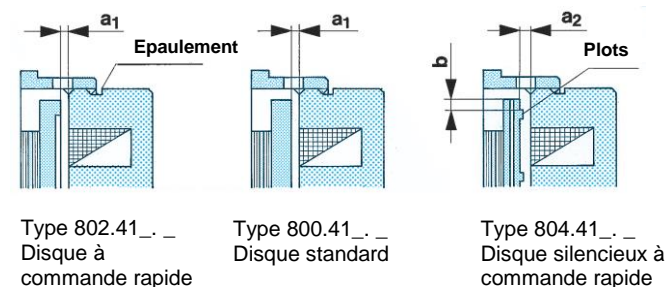

Fig. 2
Vérifier l'entrefer (a_1 , a_2), fig. 2. Il doit correspondre à l'entrefer nominal (a_1 , a_2) indiqué dans le tableau 2.
Les freins sont livrés avec l'entrefer entre le disque de freinage (5) et le porte-bobine (2) réglé à sa valeur nominale (a_1 , a_2), fig. 2 et tableau 2.
1. Enlever un bouchon du carter gradué (31). Mettre le frein hors tension et à l'aide d'une jauge d'épaisseur, mesurer l'entrefer avant d'effectuer le réglage. La cote à corriger sera la différence entre l'entrefer mesuré et l'entrefer nominal (a_1 , a_2) du tableau 2.
2. Desserrer les vis de fixation (13).
3. Desserrer la vis de blocage (59) et libérer la pièce de blocage (58).
4. Tourner le carter gradué (31) dans le sens contraire des aiguilles d'une montre (vue sur l'arrière du frein). Un trait de graduation correspond à une correction d'entrefer de 0,05 mm pour les tailles 3 à 6 et de 0,1 mm pour les tailles 7 à 11.
5. Serrer les vis de fixation (13) en tenant compte des couples de serrage du tableau 1.
6. Placer la pièce de blocage (58) et resserrer la vis de blocage (59).
Le réglage pourra être effectué plusieurs fois jusqu'au moment où le carter gradué (31) butera contre l'épaulement du porte-bobine (2), fig. 2. Cet épaulement évite une usure du rotor (35) hors tolérance. Si le réglage par carter gradué n'est plus possible, il faut alors remplacer le rotor (35). Dans le tableau 2 sont indiquées l'épaisseur du rotor neuf et l'épaisseur après une usure maxi.